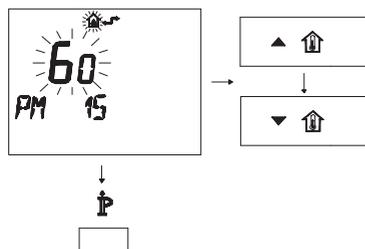

Figura 5.41
- Modificare il SET programmato agendo sui pulsanti ▲⬆️ o ▼⬆️ fino a visualizzare un set di 60, aspettare che il numero programmato cominci a lampeggiare (Figura 5.41).